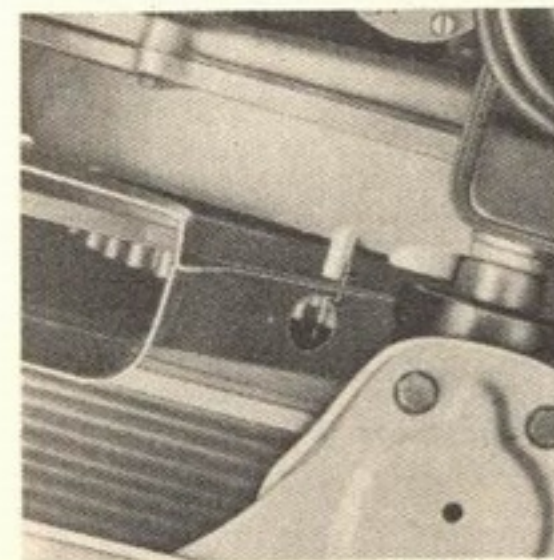

Fig. 7-V
2) — Gira-se a polia pela correia até que o rotor do distribuidor esteja apontando para a terminal da vela do 1.º cilindro. Esse ponto é marcado no corpo do distribuidor para maior facilidade. Ao se girar a polia, observa-se sua marcação. A segunda marca no sentido da rotação (segunda da direita para a esquerda), correspondente a 10º deve-se alinhar com a face direita do pino de referência da carcaça, olhando-se de cima. (Fig. 7-V).
- 2 — Alinha-se a marca da polia (10°) com o lado direito do pino indicador (Fig. 7-V). O pino serve para fixação do suporte da escala.